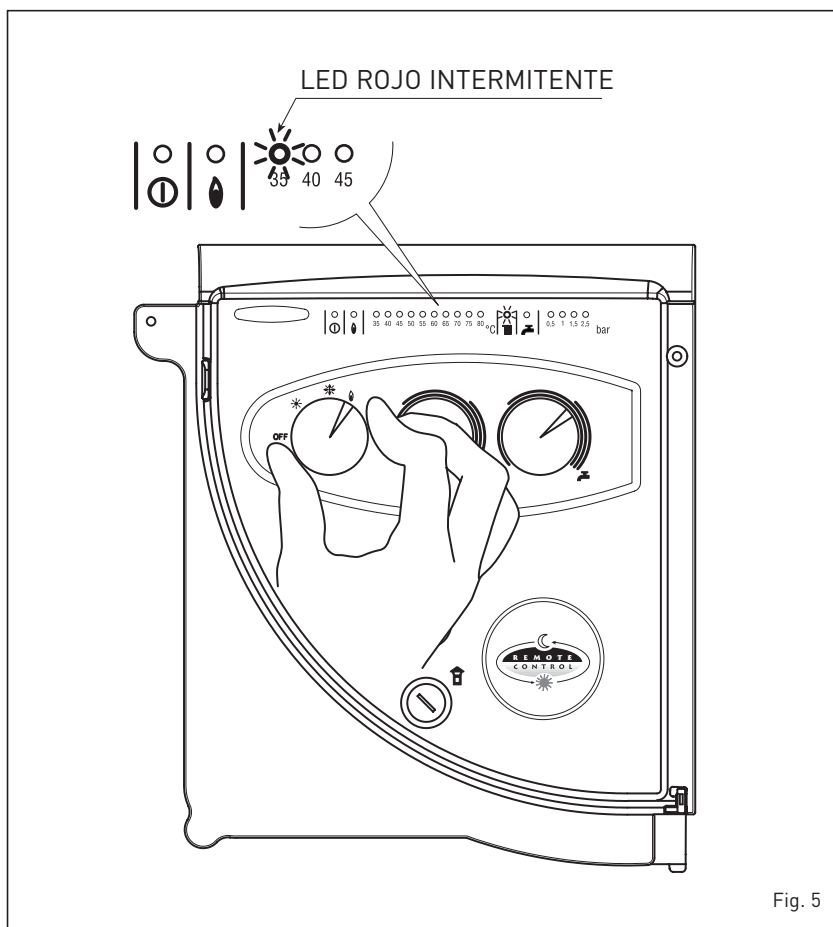

Fig. 5
- Intervención termóstato de seguridad (fig. 5)